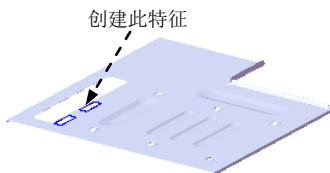
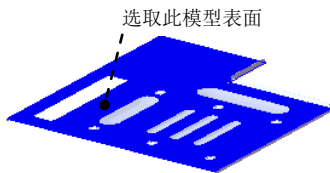
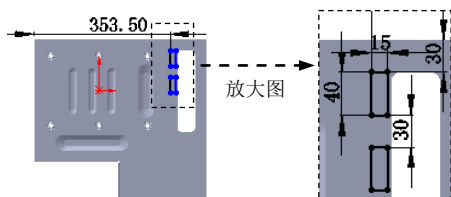

图 17.10.92 创建切除一拉伸 4
图 17.10.93 定义草图平面
图 17.10.94 横断面草图
Step27. 创建图 17.10.92 所示的切除一拉伸 4。选择下拉菜单 **插入(I)** → **切除(C)** →  **拉伸(E)...** 命令; 选取图 17.10.93 所示的模型表面为草图平面, 绘制图 17.10.94 所示的横断面草图; 采用系统默认的切除深度方向; 在 **方向1** 区域的下拉列表中选择 **完全贯穿** 选项。单击  按钮, 完成切除一拉伸 4 的创建。